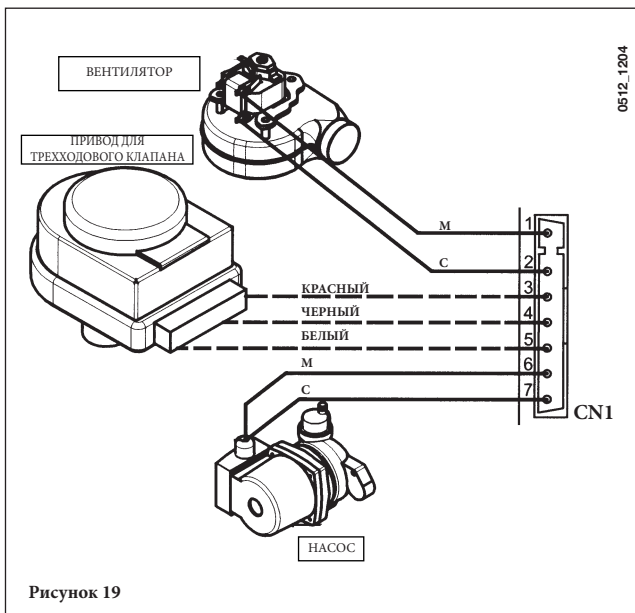

Рисунок 19
- 2) подсоедините провода (белый-красный-черный) привода для трехходового клапана, как показано на рис. 19; **ВНИМАНИЕ!** Проверьте надежность фиксации проводов на соединителе CN1.
Дистанционное управление не входит в комплект котла, поскольку поставляется в качестве дополнительной принадлежности. Необходимо открыть щиток электрической панели и соединить кабель (поставляемый вместе с клеммником с двумя полюсами) с соединителем CN7 электрической панели котла. Соединить терминалы дистанционного управления с клеммником с двумя полюсами (рисунок 19).